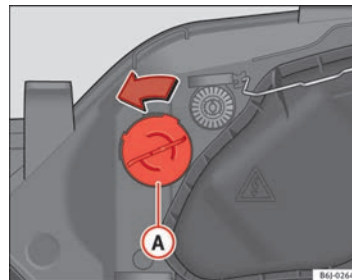

Abb. 157 Blinklicht
- Drehen Sie den Lampenträger ⇒ Abb. 157 A nach links und ziehen Sie.